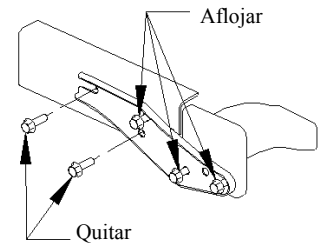

Figura 2
①	Cant. (4)	Arandela cónica, 1/2"	③	Cant. (4)	Espaciador
②	Cant. (4)	Perno hexagonal, M12 x 40 x 1.25
- Consulte la Figura 2, quite dos (2) de los pernos hexagonales M12 con arandela existentes del soporte del parachoques como se muestra, y afloje los otros tres (3) pernos. Haga esto en ambos lados.